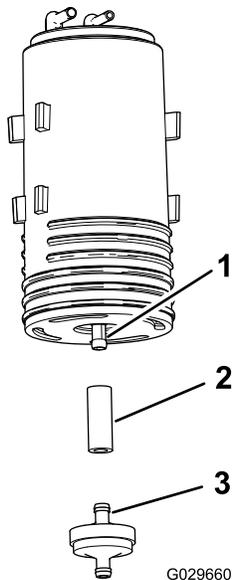

**Рисунок 44**
- Снимите адсорбер с его крепления на топливном баке (Рисунок 44).
- Вставьте новый адсорбер в крепление адсорбера на топливном баке так, чтобы штуцеры продувки и топливного бака были направлены назад (Рисунок 44).